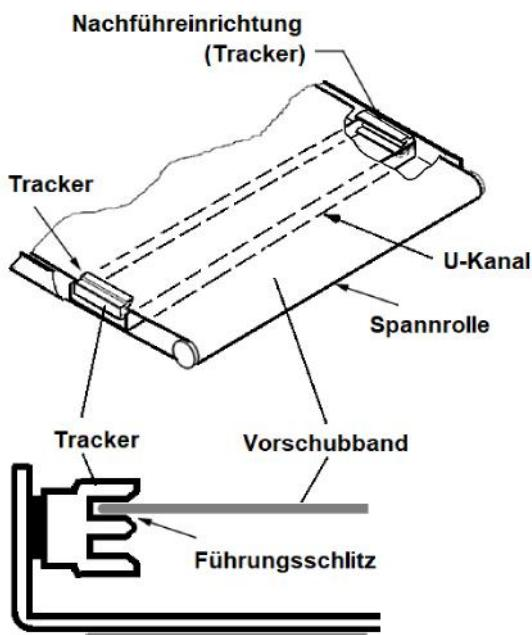

Abb. 11-1: Unterseite der Fördereinheit
3. Auf der Unterseite des Vorschubtisches sind U-förmige Kanäle angeschweißt. Die Nachführleinrichtung befindet sich auf der Innenseite des ersten U-Kanals auf der Zustellseite (Abb. 11-1). Die Rückseite der Nachführleinrichtung ist magnetisiert und haftet fest an der Seitenwand des Vorschubtisches.